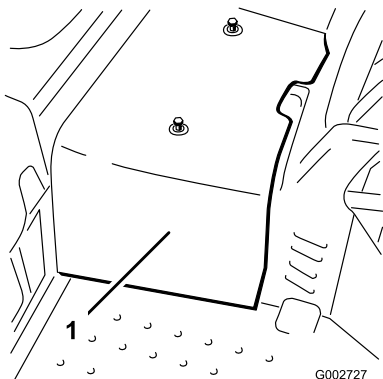

Figura 39
2. Afloje las 2 tuercas que fijan la cubierta central a la máquina y retire la cubierta (Figura 39).